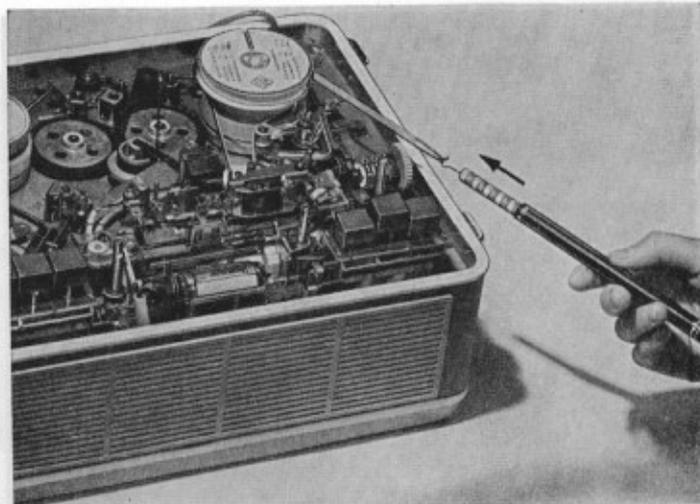

Abb. 10
3. Einstellen des Rutschmomentes für den rechten Mitnehmerteller (s. Abb. 10)